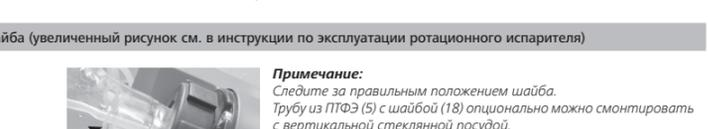

Рис. 11d
• Вставьте паропроводную трубку (1).
• Вставьте вакуумное уплотнение (2). Следите за положением уплотнения!
• Открутите накидную гайку и круглую пружину от приводной головки ротационного испарителя и установите эти детали на фланец охладителя (рис. 11d). Круглая пружина входит в углубление фланца таким образом, что накидная гайка фиксируется.